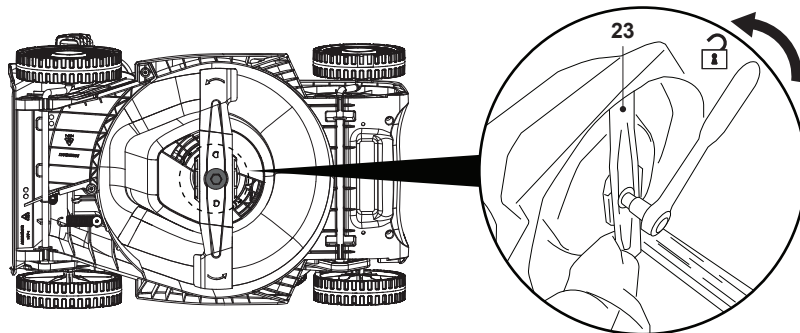

Fig. 19
NOTĂ: Dacă se utilizează o cheie de mână în locul uneia electrice de impact, trebuie împiedicată rotirea cuțitului (23) în timpul slăbirii șurubului. Poartă mănuși rezistente și prinde bine cuțitul. Dacă este necesar, utilizează o bucată de lemn de dimensiuni adecvate pentru a bloca rotirea cuțitului (fig. 19).